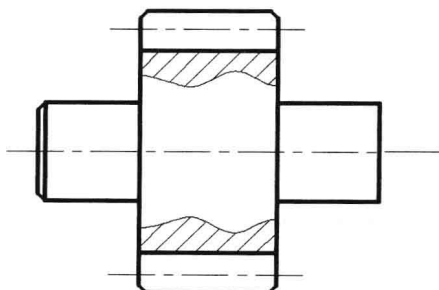

图 6-3-6
(2) 命令行提示“选择目标对象或 [设置 (S)]”，单击上下两条实线，按Enter键，结束特性匹配操作。此时实线对象变成了点划线，如图6-3-6所示。